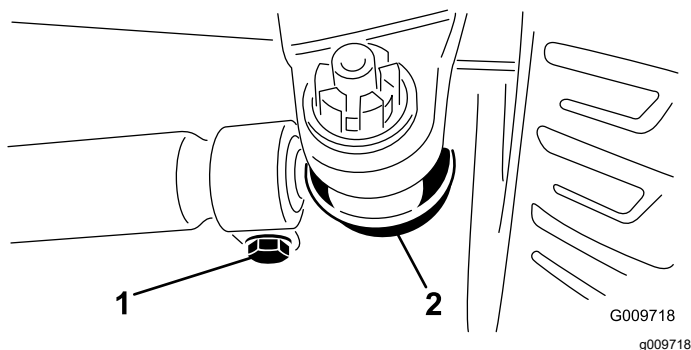

Figura 77
3. Per regolare la convergenza, togliete la coppiglia e il dado da uno dei giunti a sfera del tirante (Figura 77).
5. Allentate i fermi su entrambe le estremità dei tiranti (Figura 77).